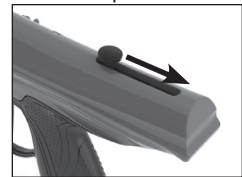

Figure 2: Armez le marqueur
- Armez le marqueur en glissant la poignée de la culasse vers l'arrière du marqueur jusqu'à ce qu'elle se verrouille, comme montré en Figure 2. Gardez toujours votre marqueur en position armée lorsque l'alimentation en air/CO2 est fixée à celui-ci. Cela empêche toute décharge accidentelle.